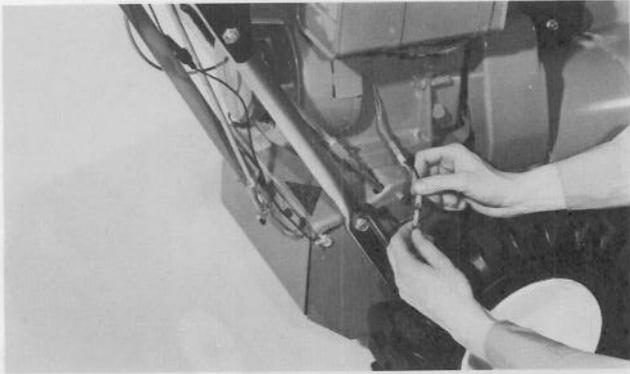

Figure 14
4. Branchez le fil noir du phare au fil noir du guide-fil (Fig. 14).